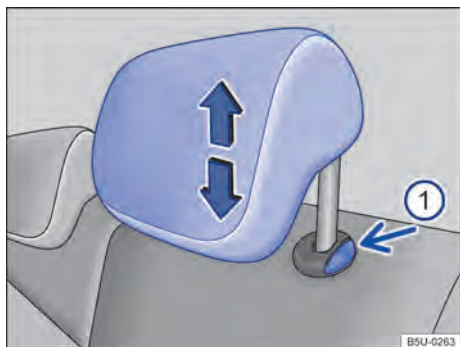

Fig. 62 Apoio para cabeça traseiros: ajustar.
- Empurrar o apoio para cabeça para cima na direção da seta → Fig. 62 (A) ou com a tecla → Fig. 62 (B) pressionada, empurrar para baixo → ⚠ em *Introdução ao tema* na página 70.